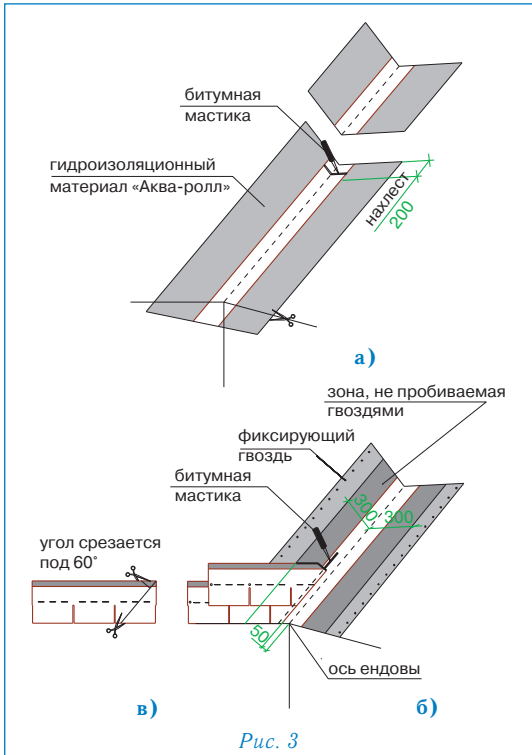

Рис. 3
## Ендова (рис. 3)
- ровно по центру ендовы расстилается специальный рулонный материал «Аква-ролл», фиксируется в верхней части двумя гвоздями и обрезается в нижней части по линии карниза (рис. 3а);
**2.** «Аква-ролл» укладывается с нахлестом 20 см, место нахлеста тщательно обрабатывается битумной мастикой (рис. 3а).
- непосредственно перед укладкой в ендову черепицы, защитная пленка с лицевой стороны «Аква-ролла» снимается и на самоклеящуюся поверхность укладываются листы черепицы, обрезанные в соответствии с заранее отбитыми линиями (рис. 3б);
**Внимание: 1.** Необходимо также подрезать верхний уголок обрезанного края листа (см. рис. 3в) для правильного стока воды.
**2.** Крепление обрезанного листа к медной части «Аква-ролла» осуществляется при помощи сплошной полосы битумной мастики (рис. 3б).